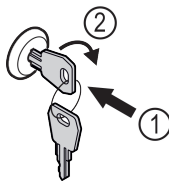

Fig. 180
- ▶ Vstavite ključ. Fig. 180 (1)
- ▶ Ključ obrnite v smeri urnih kazalcev za 90°. Fig. 180 (2)